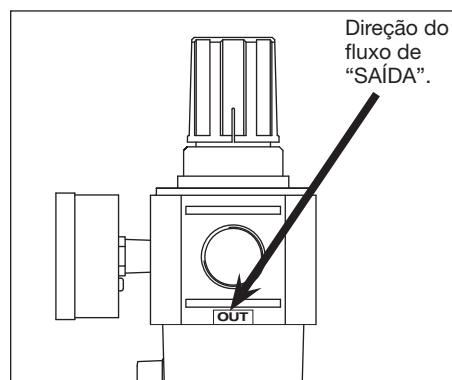

Figura 2 - Detalhe mostrando a localização da direção de “SAÍDA” do fluxo
1. Localize a direção de “ENTRADA” e “SAÍDA” do fluxo de ar (Ver Figura 2, o detalhe mostra “SAÍDA”). Estes indicam a direção do fluxo de ar.
4. Verifique as faces de “SAÍDA” do escape, indicando a direção do fluxo de ar (Consulte a Figura 2)